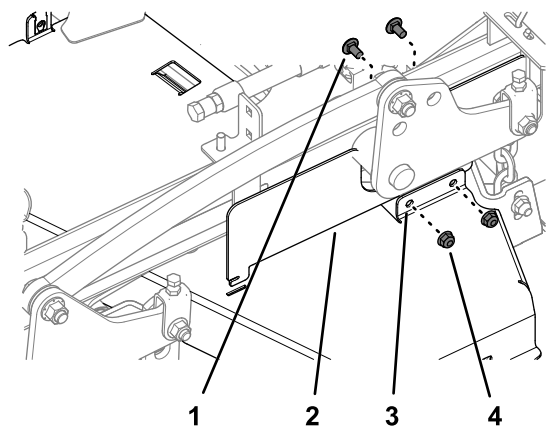

Figure 43
2. Fixez le couvercle CE gauche au protège-courroie gauche (Figure 43) à l'aide des 2 boulons de carrosserie et des 2 contre-écrous que vous avez retirés à l'opération Dépose du protège-courroie gauche (page 28).